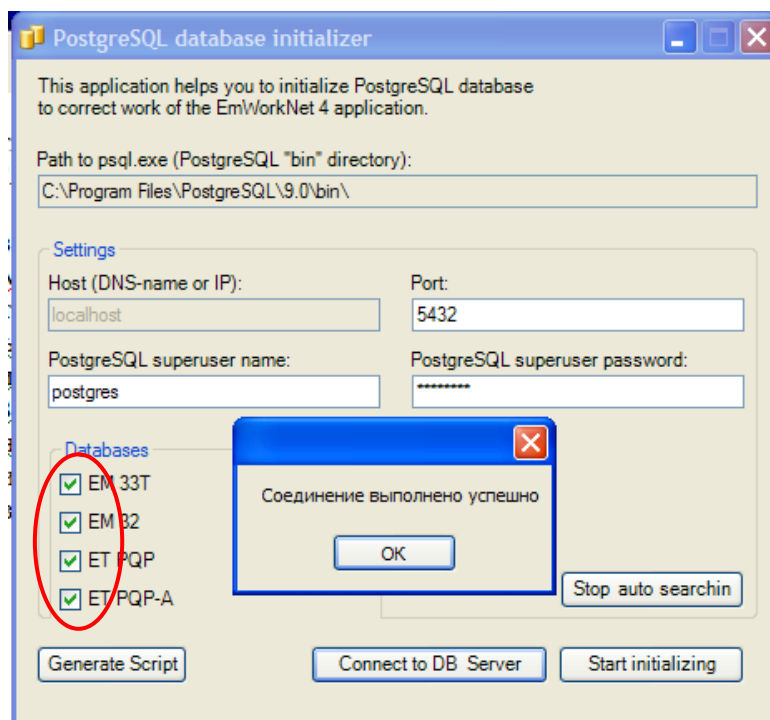

Рис. 14.12
11. Для ручной инициализации базы данных следует открыть папку C:\Program Files\MarsEnergo\EmWorkNet\database и запустить программу инициализации (файл EmDbInit.exe, иконка ) (рис. 14.12). После запуска программы начнется автоматический поиск файла psql.exe. Если путь не будет найден автопоиском, остановить поиск нажатием кнопки «Stop auto searchin» и задать его вручную (путь по умолчанию: C:\Program Files\PostgreSQL\9.0\bin). Затем ввести пароль, который был задан при установке базы, проверить, чтобы в поле «Databases» были выбраны все пункты и нажать кнопку «Connect to DB Server».